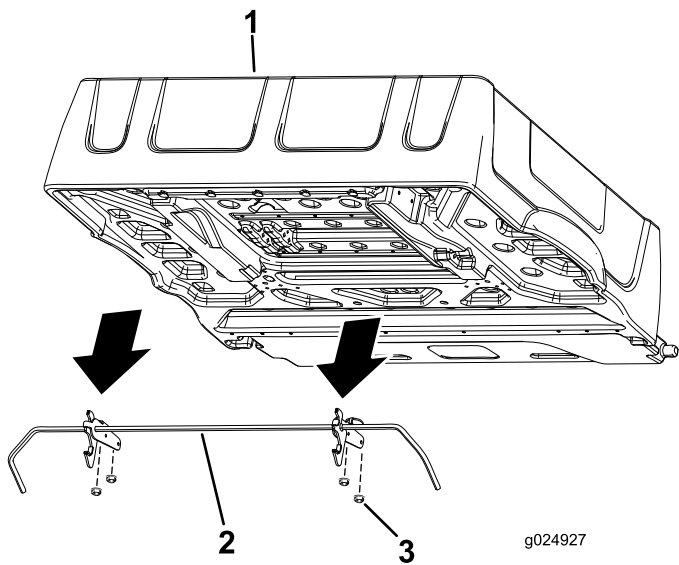

図 3
5. ラッチロッド・ブラケットを荷台の裏側に固定しているフランジナット (4個) を外す (図 3)。